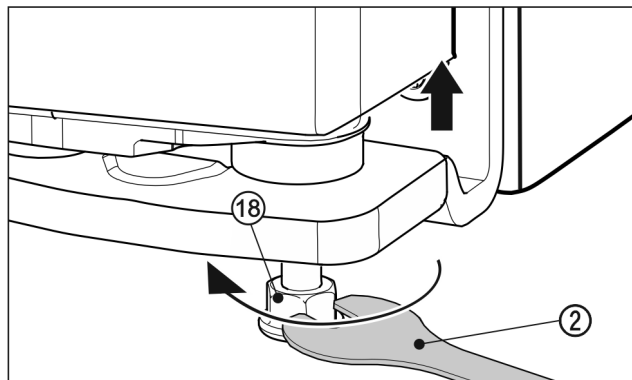

Fig. 25
- ▶ Чтобы поднять дверь, выверните вправо установочную опору Fig. 25 (18) с помощью прилагаемого вильчатого ключа Fig. 25 (2) до соприкосновения с полом. Затем продолжите выворачивание, пока дверь не будет отрегулирована по высоте. При поставке опорный палец полностью вкручен.